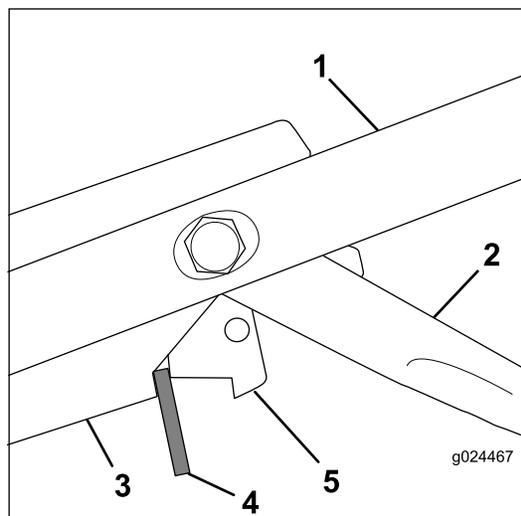

Figura 28
3. Inserire un distanziale spesso 8 mm tra la leva di comando del freno della lama e la staffa di comando sulla stegola (Figura 28).